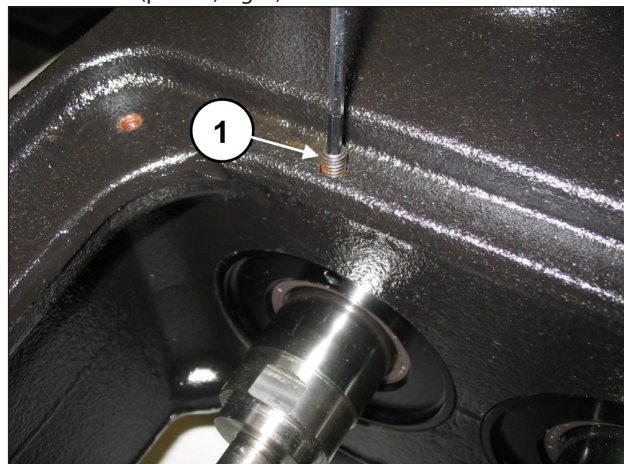

Fig. 2
Aflojar los tornillos prisioneros de bloqueo M6 de las tres tapas de retención (pos. ①, Fig. 2).